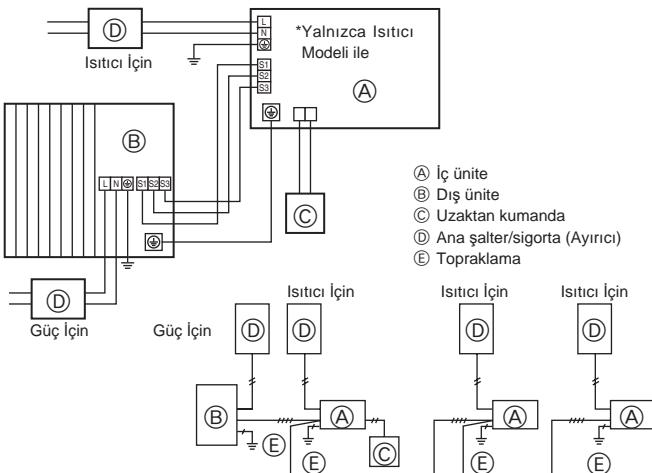
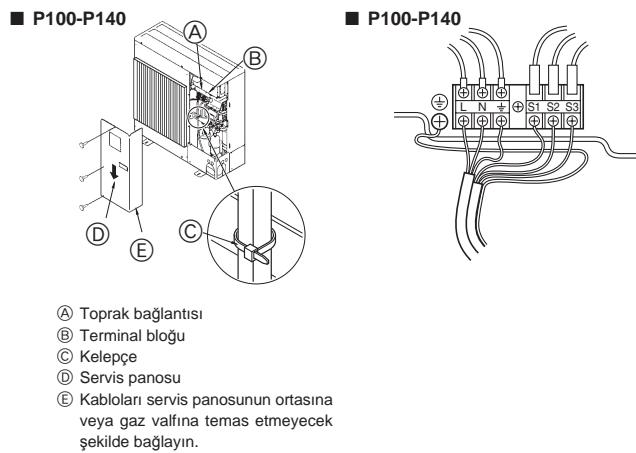

Fig. 6-1
Fig. 6-2
6.1. Dış ünite (Fig. 6-1, Fig. 6-2)
- ① Servis panelini sökünt.
- ② Şekil 6-1 ve Şekil 6-2'ye bakarak kabloları bağlayın.